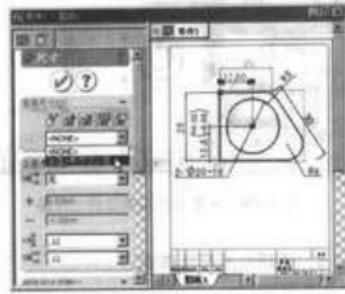

图 6-154 选择要应用的常用类型
- (1) 选择一个或多个尺寸/注解，显示相应的属性管理器或“属性”对话框。
- (2) 如图 6-154 所示，在“设定当前常用类型”选项框中选择要应用的常用类型。